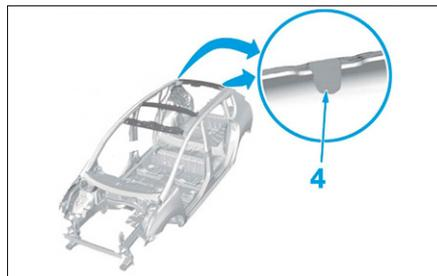

FIG. 159
- Ajuster et positionner la traverse arrière, à l'aide de l'ergots de centrage (4) (Fig.159).